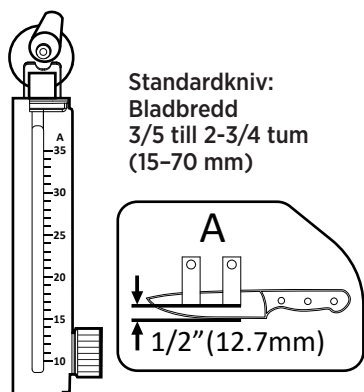

Fig. 6
1. Standardkniv: Blad med en bredd på $3/5$ till $2-3/4$ tum (15–70 mm) ska placeras i A-monteringsläget, enligt märkningen på basen. Slipvinkelns intervall är 10° – 35° . (Se Fig. 6)